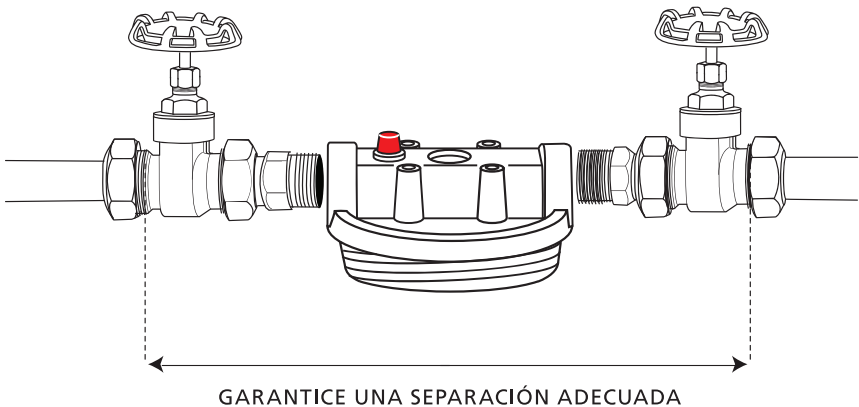

FIGURA 2
- 4** Coloque holgadamente las válvulas de cierre en ambos lados para calcular la separación adecuada de los componentes. Mida la distancia y marque la tubería según corresponda. (Consulte la Figura 2)